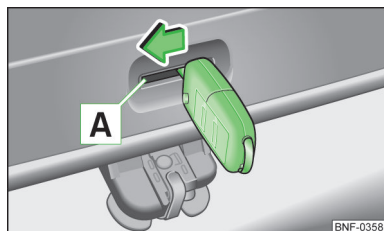

Fig. 18
- Stik bilnøglen eller et lignende værktøj helt ind i åbningen [A] » Fig. 18 i bagklapbeklædningen.